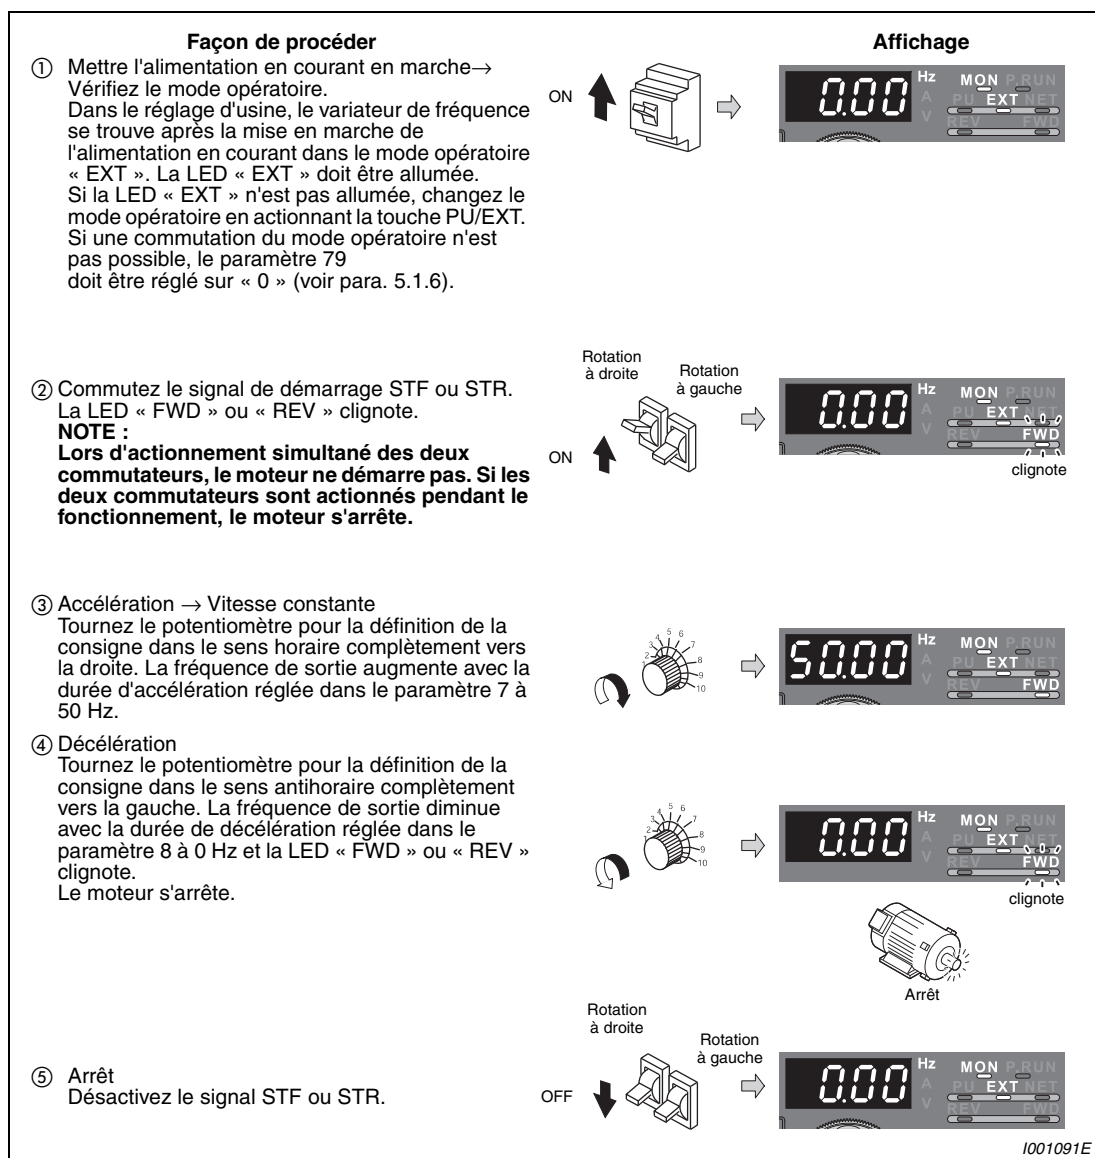

Fig. 5-32 : Fonctionnement du variateur de fréquence avec définition de la consigne de la tension analogique
① Tournez le Digital-Dial jusqu'à ce que « P.125 » (Par. 125) apparaisse.
② Actionnez la touche SET pour afficher la valeur actuelle. Le réglage d'usine « 50.00 » (50,00 Hz) apparaît.
③ Tournez le Digital-Dial jusqu'à ce que « 40.00 » (40,00 Hz) apparaisse.
④ Actionnez la touche SET pour enregistrer la valeur.
⑤ Actionnez deux fois la touche MODE pour afficher la fréquence de sortie.
⑥ Commutez le signal de démarrage STF ou STR et tournez le potentiomètre dans le sens horaire jusqu'à la butée (voir Fig. 5-32, étape ② à ⑤).